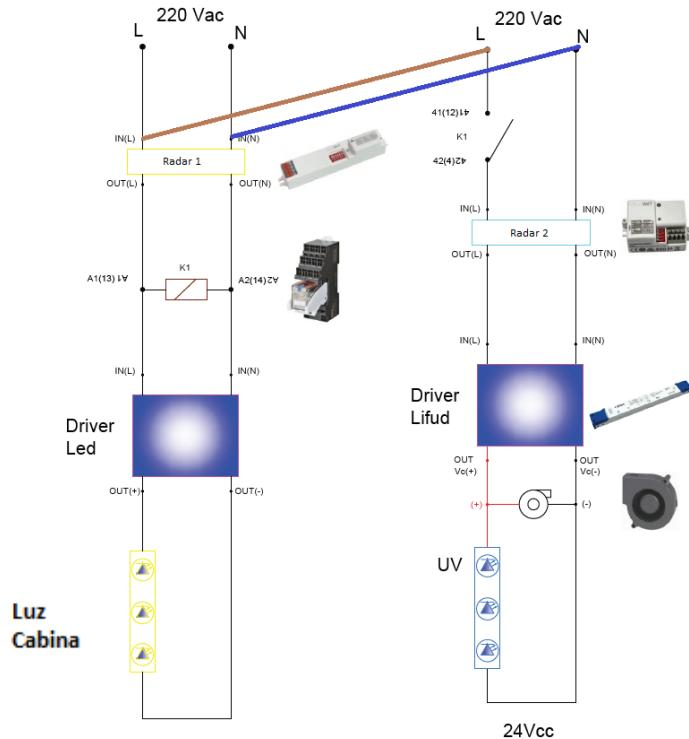

Fig. 8
- VIII. **IMPORTANT POUR RESPECTER LA POLARITÉ, FAIRE ATTENTION À LA COULEUR DES CÂBLES** Les sorties OUT Vc (+) et OUT Vc (-) du driver seront connectées au positif (+) et au négatif (-) du luminaire LED et du ventilateur (Fig. 8).